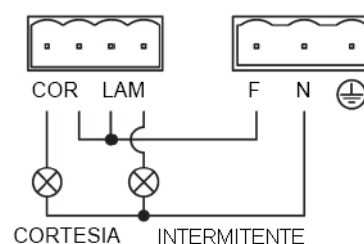

Figura 3
- Preste atención a la hora de conectar la luz intermitente y la luz de cortesía porque ambas disponen de contactos libres de tensión (Figura 3).